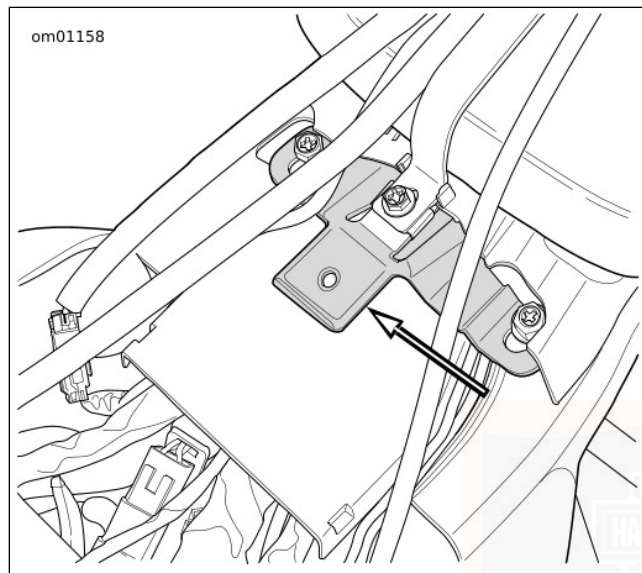

Figura 93. Linguetta della sella
2. Tirare la cinghia verso l'alto (2) per sganciarla dalla scanalatura nella staffa. Spostare la cinghia a lato della sella del passeggero.
3. Rimuovere la vite di montaggio (3) per smontare la staffa di montaggio della sella dalla parte superiore del parafango posteriore.
4. Vedere Figura 93. Spingere indietro la sella per liberare la linguetta dalla scanalatura presente nella sella.
3. Vedere Figura 93. Spingere con fermezza la parte anteriore della sella, in basso ed in avanti, in modo che la linguetta agganci la fessura della sella.